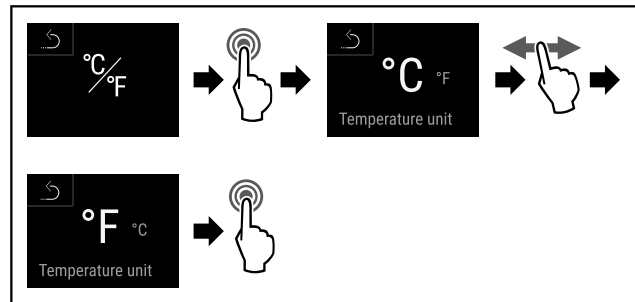

Fig. 108
- ▶ Efectuați pașii de acțiune (vezi Fig. 108).